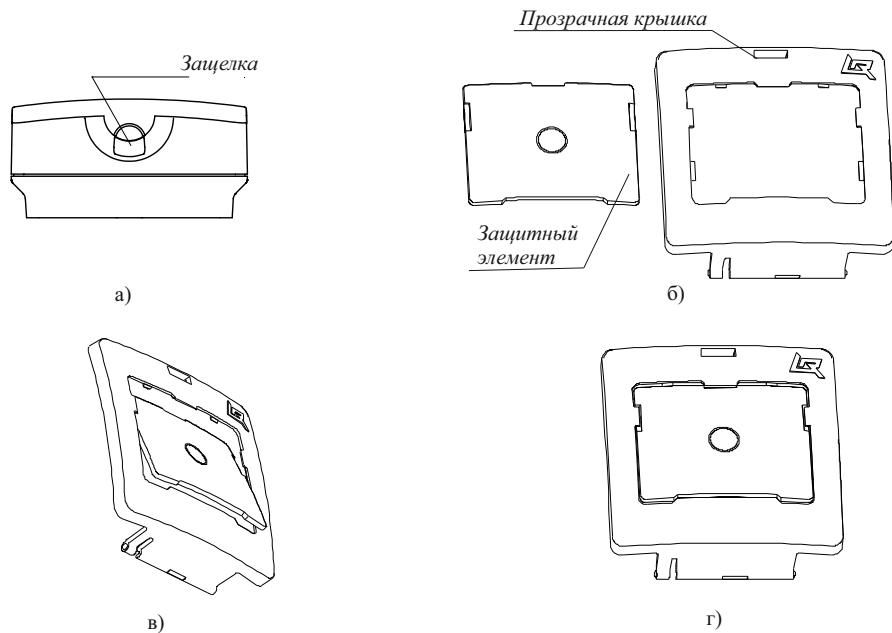

Рисунок 4
5.7 Для установки защитного элемента необходимо открыть прозрачную крышку, поддев защелку в верхней части корпуса острым предметом (рисунок 4 а). Далее прозрачная крышка показана отдельно от корпуса (снимать крышку с корпуса УДП не следует). Защитный элемент в положении, показанном на рисунке 4 б), ввести верхней кромкой в середину выреза прозрачной крышки (рисунок 4 в) и, повернув, совмещая плоскости, зашелкнуть нажатием на кромки защитного элемента (рисунок 4 г). Закрыть прозрачную крышку.